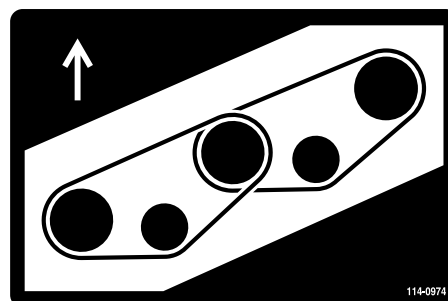
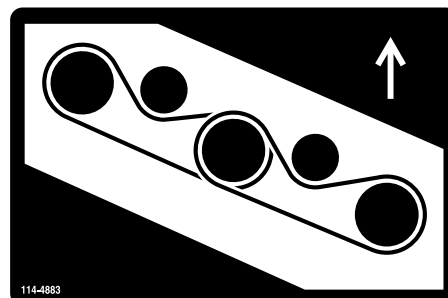

Figura 131
Figura 132
7. Coloque a nova correia nas polias e na estrutura da polia intermédia (Figura 131 e Figura 132).